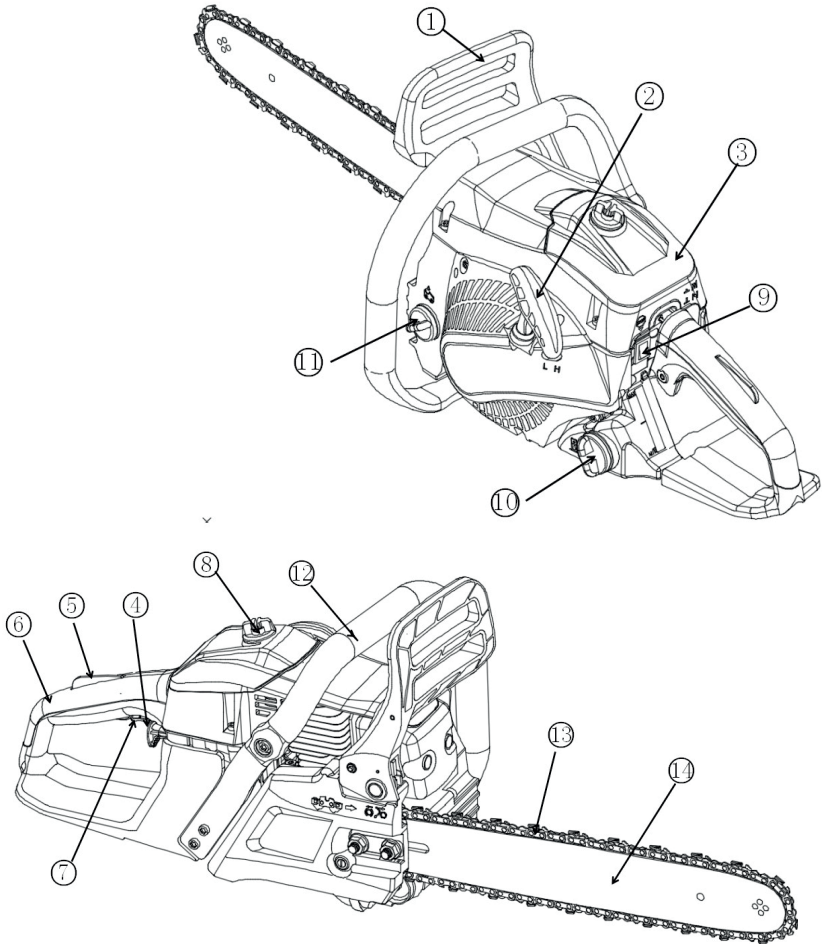

рис.2
Бензопила – пила, приводом которой является одноцилиндровый двухтактный бензиновый двигатель внутреннего сгорания. Исполнительным механизмом пилы является пильная шина (рис.2 поз.14) с установленной на ней пильной цепью (рис.2 поз.13). Двигатель передаёт крутящий момент на звёздочку привода цепи через муфту сцепления. Звёздочка приводит в движение пильную цепь (рис.2 поз.13). Двухтактный двигатель работает на смеси неэтилированного бензина с октановым числом не менее 92 и масла для 2-тактных двигателей. Он оснащён карбюраторной системой питания и электронной системой зажигания. Запуск двигателя осуществляется с помощью ручного стартера (рис.2 поз.2). Во время работы на холостых оборотах зацепление не происходит, и пильная цепь не движется. Увеличивая обороты двигателя нажатием на клавишу управления дроссельной заслонки
(рис.2 поз.7), мы увеличиваем центробежную силу воздействующую на колодки сцепления, центробежная сила разводит в стороны колодки сцепления, которые в свою очередь входят в зацепление с барабаном вращая ведущую звездочку цепи. После снижения оборотов двигателя до холостого хода (около 3200 об/ мин), цепь останавливается. Ручной тормоз цепи, для мгновенной остановки в случае внештатной ситуации необходимо нажать рукой на щиток тормоза (рис.2 поз.1) от себя, или при срабатывании автоматического инерционного привода (при отскоке, заземлении цепи). Пила оснащена принудительной системой смазки пильной цепи. Подача масла насосом начинается при достижении двигателем рабочих оборотов.
Перед выполнением работ по сборке, настройке и заправке рабочими жидкостями убедитесь, что выключатель зажигания (рис.2 поз.9) находится в положении выключено.
Ослабьте с помощью комбинированного ключа и снимите с пилы гайки крепления шины (рис.3 поз.1). При снятом тормозе цепи, установите шину (рис.2 поз.13) на крепёжные шпильки в крайнее заднее положение.
Пильную цепь (рис.2 поз.13) установите на ведущую звёздочку. Уложите цепь в паз шины направлением зуба как на рис 5.
- открутите пробку масляного бака (рис.2 поз.10);